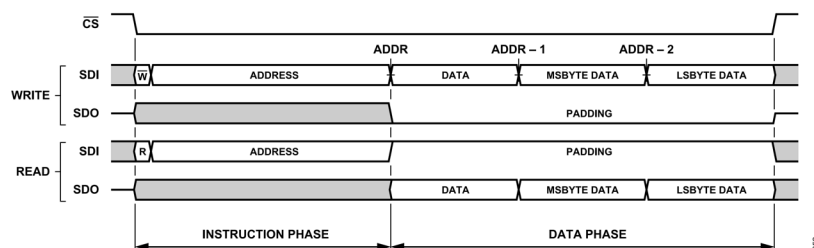
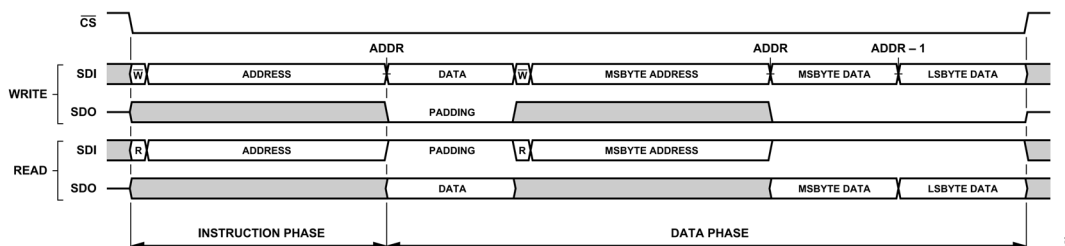
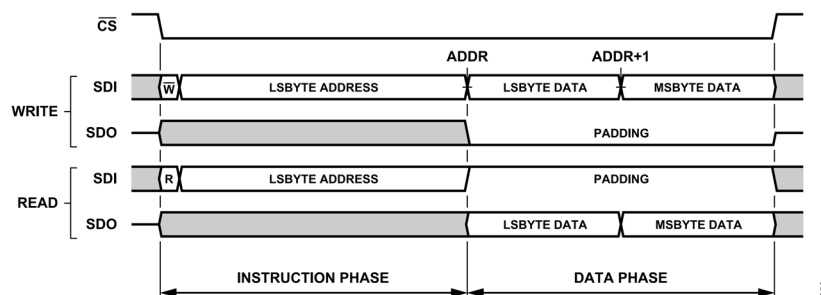

図 54. インターフェース・アクセスの例、インターフェースのデフォルト設定、ストリーミング・モード (ADDR_ASCENSION = 0)
図 55. インターフェース・アクセスの例、単一命令モード (SINGLE_INST = 1)、その他すべてのインターフェース・オプションのデフォルト
図 58. 単一命令フォーマット、ADDR_ASCENSION = 1 (インクリメント)、STRICT_REGISTER_ACCESS = 1 (イネーブル)
図 54 は、デフォルトのインターフェース設定を使用したシリアル・トランザクションの汎用 SPI フレーム・フォーマットを示しています。この例では、バイト幅レジスタとマルチバイト・レジスタで構成される設定レジスタ空間の一部がアクセスされます。バイト幅レジスタのアドレスは最上位アドレス (ADDRESS) にあり、マルチバイト・レジスタの最上位バイトはレジスタ・セグメントの最下位アドレスにあります。デフォルトでは、ADDR_ASCENSION プロパティは降順に設定されています。これは、最上位のレジスタのアドレスが命令フェーズ
単一命令モード (SINGLE_INST = 1) では、メモリ・アクセス・コントローラは、図 55 に示すように、所与の SPI フレーム内でアクセスされる各レジスタに対して伝送する命令フェーズを必要とします。このモードは、特定の SPI フレーム内でレジスタ空間の隣接していないセクションへのアクセスが必要な場合に便利です。ストリーミング・モードでは、一意のレジスタ・アクセスごとに新しい SPI フレームを開始することで、同じアクセスの柔軟性を実現できることに注意してください。
前のセクションで説明したように、アドレス・アセンション選択 (ADDR_ASCENSION) ビットは、ストリーミング・モード (SINGLE_INST=0) で AD4085 に伝送されるデータの各バイトに対して内部インターフェース・アドレス・ポインタがどのように更新されるかを決定します。単一命令モード (SINGLE_INST = 1) を使用する場合は、各レジスタは、図 55 に示されるように、それ自身の命令フェーズを通して直接アドレス指定され、したがって、アドレス・ポインタは更新されません。SINGLE_INST の設定にかかわらず、ADDR_ASCENSION ビットは、命令フェーズの開始アドレスの選択およびデータ・フェーズ・ペイロードのバイト順序に関して、SPI フレームのフォーマットに直接影響します。この影響については、厳密アクセス選択とマルチバイト・レジスタのセクションで詳しく説明します。これは、データ・フォーマットの多くがこのインターフェース設定の選択に依存しているためです。ADDR_ASCENSION 選択ビットは、インターフェース設定 A レジスタ (インターフェース設定 A レジスタのセクションを参照、アドレス 0x00) にあります。
この概念を拡張すると、STRICT_REGISTER_ACCESS = 1 の場合、データ転送の最初のエンティティとしてマルチバイト・レジスタにアクセスする SPI フレームは、命令ワードの開始アドレスを ADDR_ASCENSION 選択に対応するように正しく設定する必要があります。アドレス・カウンタが自動的にデクリメントする場合 (ADDR_ASCENSION = 0) は、そのマルチバイト・レジスタの最下位バイトのレジスタ・アドレスを先頭アドレスとし、逆に自動的にインクリメントする場合は、最上位バイトのレジスタ・アドレスを先頭アドレスとします。ADDR_ASCENSION が自動アドレス・デクリメント (0) から自動インクリメント (1) に変更された結果、図 54 と図 55 は、図 57 と図 58 に示すように変更され、データ・フェーズ・バイト順序および命令フェーズ・マルチバイト・レジスタ開始アドレスの変更に対応します。